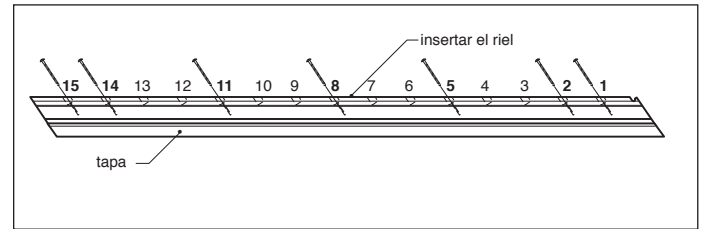

fig. 3
Paso 2: Coloca el pasamanos moldeado boca abajo sobre una superficie plana. Luego, coloca el riel superior de 2x4 con la muesca del mismo lado que los orificios de los balaústres en el canal del pasamanos moldeado, de modo que los orificios miren hacia arriba. Comenzando por cualquier extremo, une los rieles con los (7) tornillos de 4 plg pasándolos por los orificios 1, 2, 5, 8, 11, 14, 15. Si los rieles están recortados, pretaladra los orificios adicionales con una broca de taladro de 1/8 plg y coloca el tornillo en el próximo orificio más cercano (**fig. 3**).